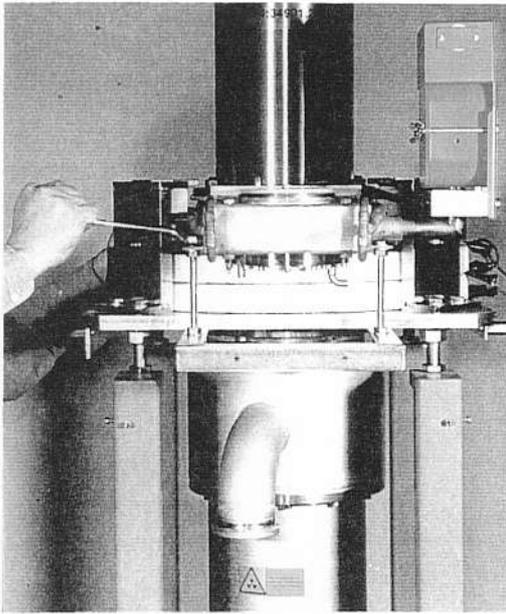

Abb. 25. Montage der Hohlleiterstützen
- f) Unterstützen Sie den Hohlleiter spannungsfrei mit den Hohlleiterstützen (Abb. 25.).